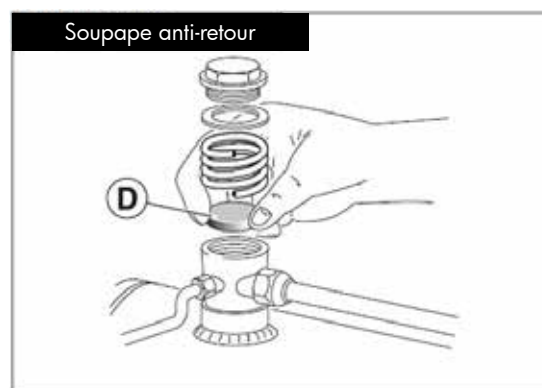

Fig. 20 Élément d'étanchéité de la soupape anti-retour
2. Contrôlez la soupape anti-retour et remplacez l'élément d'étanchéité **D** (figure 20) si nécessaire.